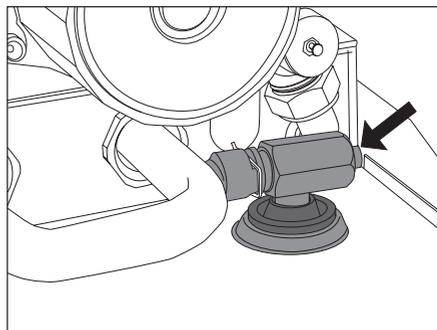

Рис. 14
**Примечание:** Сливной клапан расположен с правой стороны котла около насоса (рис. 14).